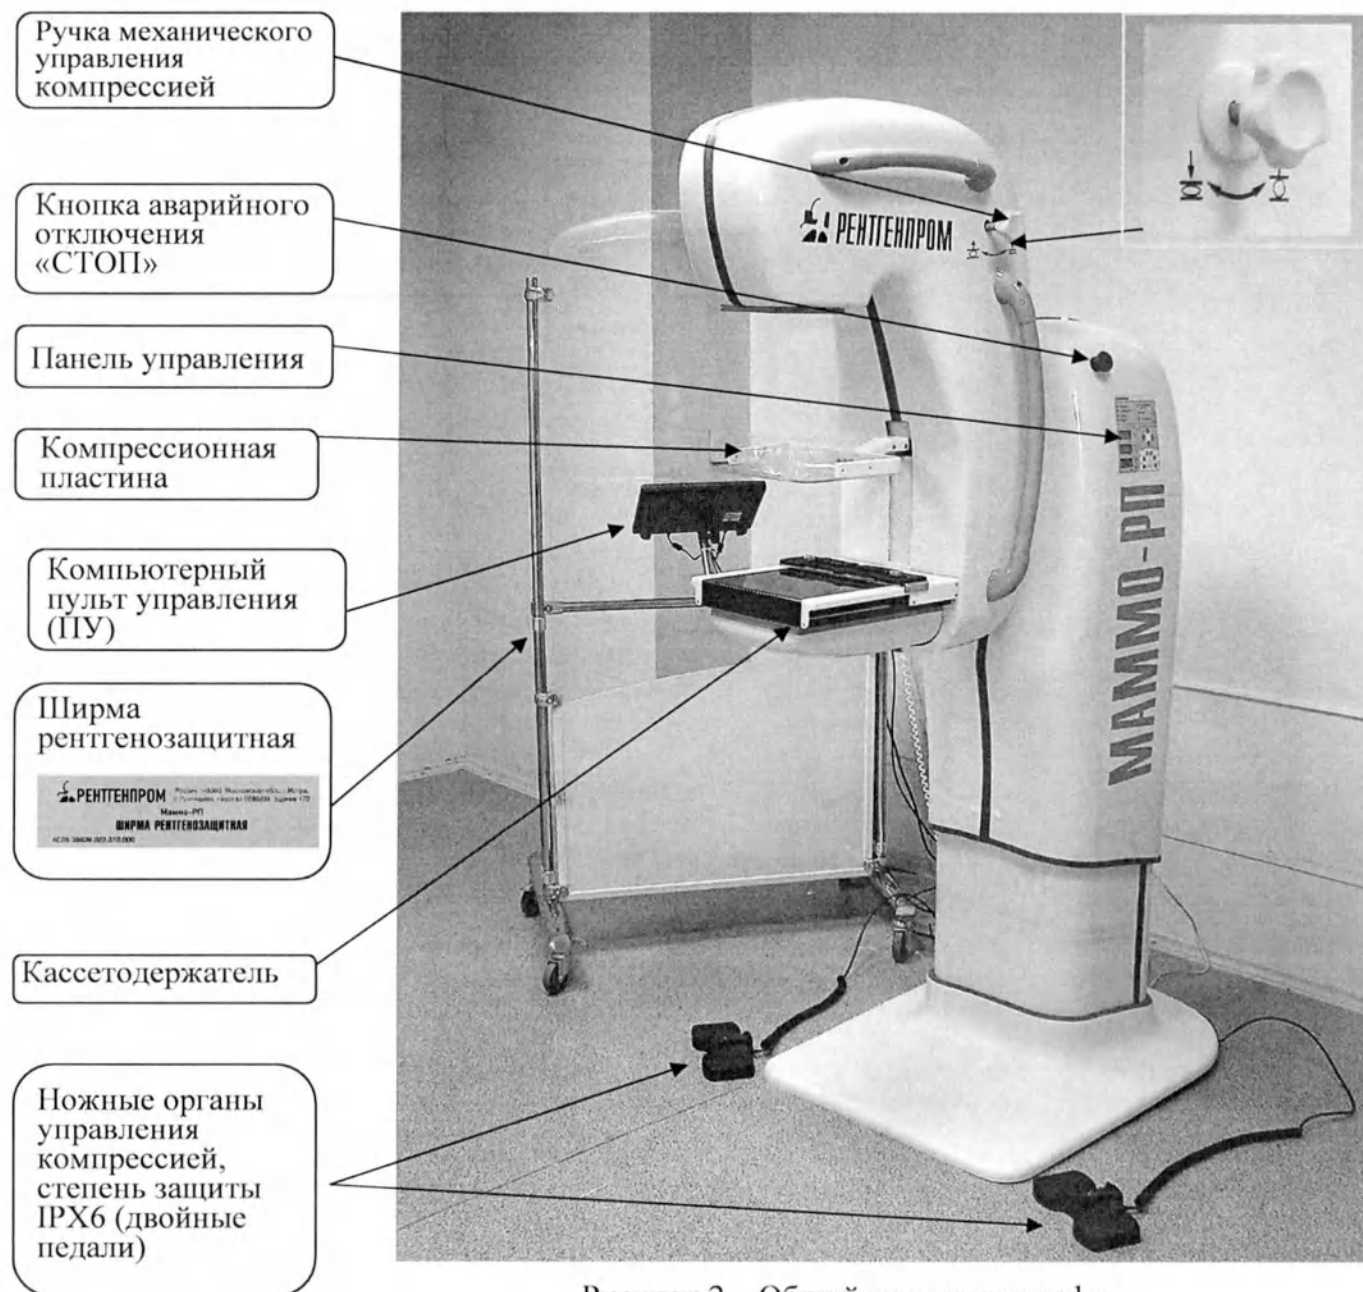
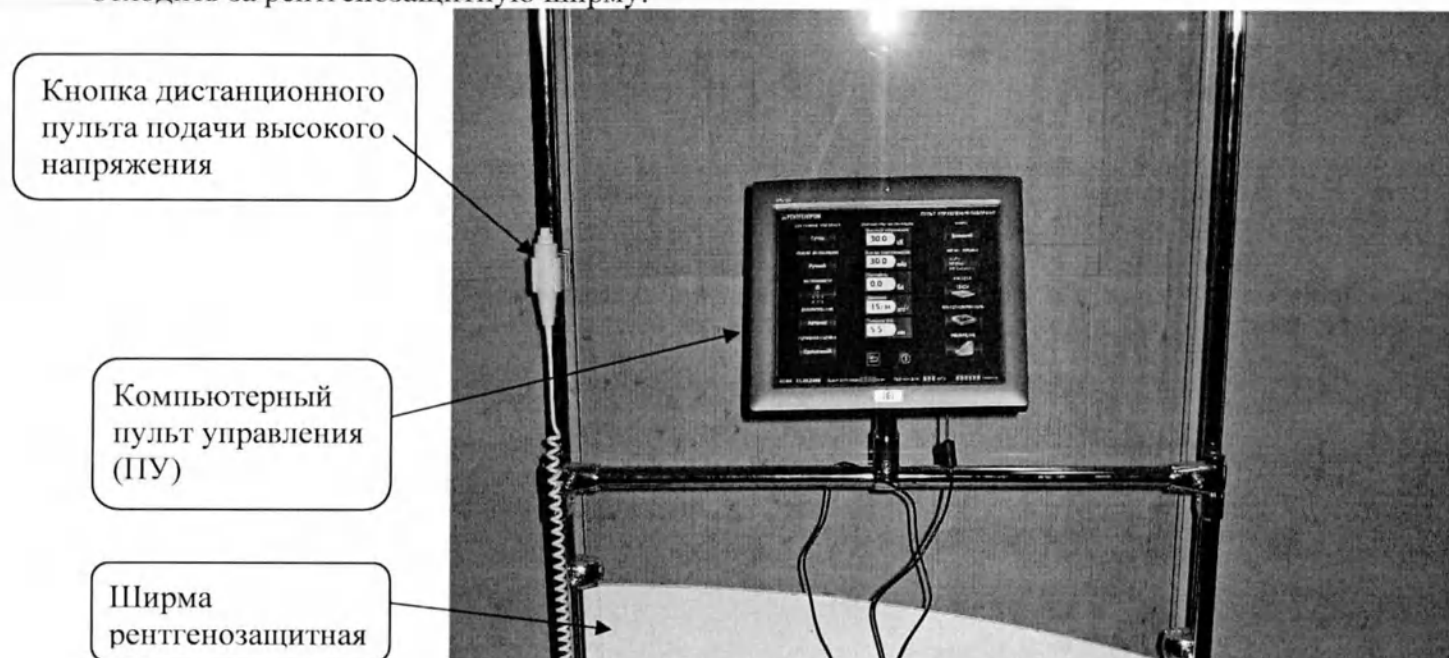

Рисунок 2 – Общий вид маммографа
Рисунок 10 – Компьютерный пульт управления (ПУ)
Управление механикой перемещения и поворота съемочного узла осуществляется с помощью соответствующих кнопок на панели управления, расположенном на боковых сторонах маммографа (рис.2 и 4). Также там размещены сигналы и индикаторы, показывающие состояние различных систем маммографа.
4.1.4.1. Моторизованное усилие сжатия молочной железы регулируется двойными педалями (рис.2 и рис.6.2), которые расположены на полу с левой и правой сторон маммографа, компрессия вручную – ручками механического управления с левой и правой сторон маммографа (рис.2). С ПУ может быть задана автоматическая декомпрессия по окончании экспозиции (рис.10).
Управление маммографом осуществляется с компьютерного пульта управления (ПУ), который выполнен на специализированном планшетном компьютере (ПК), подключаемом к маммографу (рис.10).
Также маммограф оборудован дистанционной кнопкой подачи высокого напряжения для проведения экспозиции (рис.10). Длинный кабель позволяет рентгенолаборанту при этом отходить за рентгенозащитную ширму.
ПО «Маммо-РП» позволяет выбрать нужную проекцию (рис.10) и занести на снимок вид проекции (R-cc и L-cc –прямая проекция правой и левой МЖ соответственно, R-mlo и L-mlo – косая боковая проекция правой и левой МЖ соответственно, R-ml и L-ml боковая проекция правой и левой МЖ соответственно).